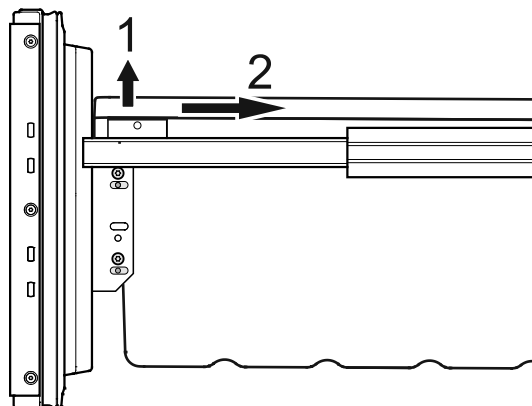

Figure 22
- Désenclipper les coins gauche et droit du récipient en le tirant vers le haut (1) - **Figure 22**.
- Pousser le récipient vers l'arrière (2) - **Figure 22**.
- Retirer les récipients des tiroirs du compartiment congélateur comme aux **Figures 22 et 23**.